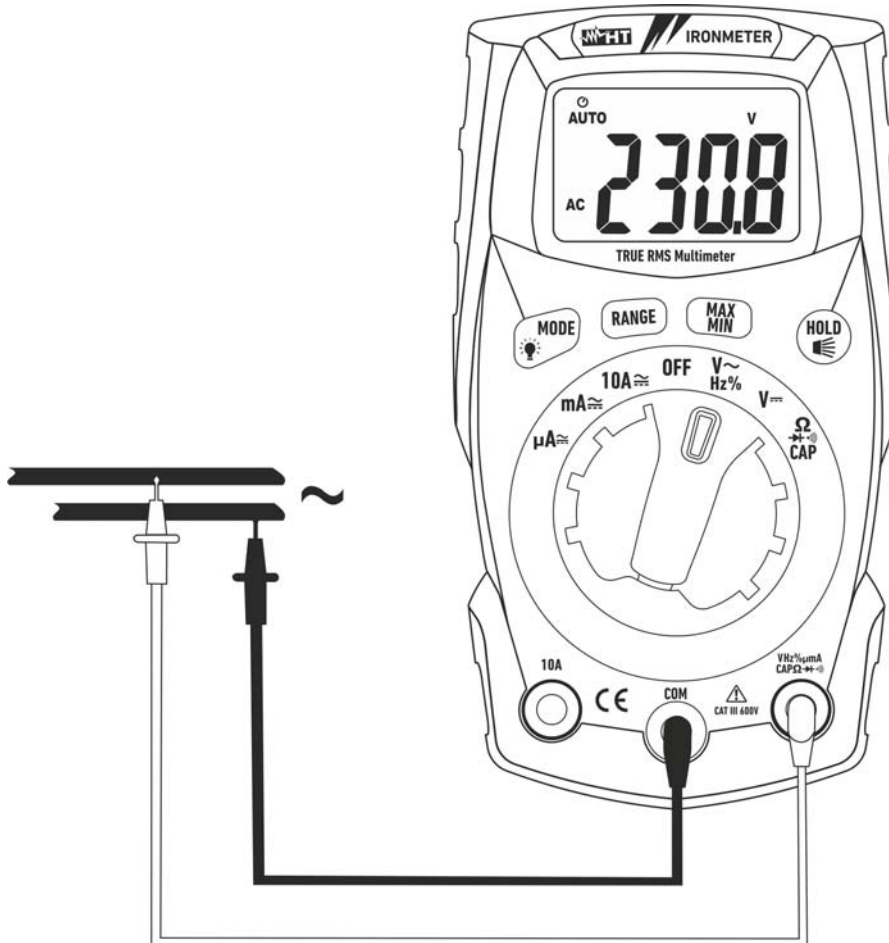

Fig. 4: Uso dello strumento per misura di Tensione AC
3. Posizionare il puntale rosso ed il puntale nero rispettivamente nei punti del circuito in esame (vedere Fig. 4). Il valore della tensione è mostrato a display